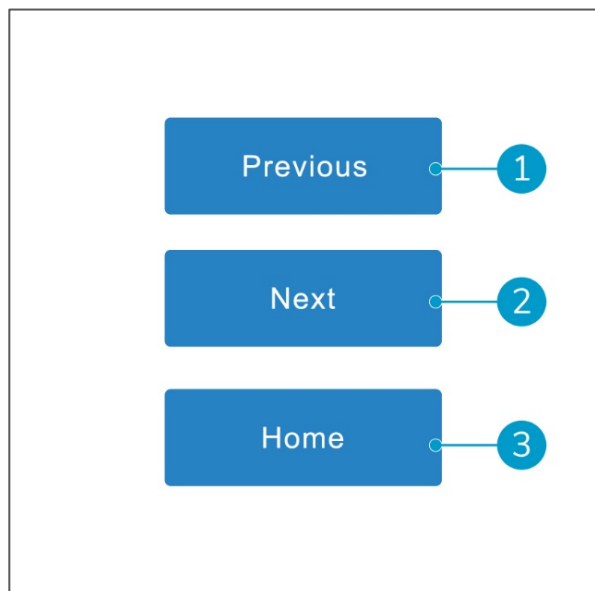

Figura 8
1. Con il pulsante precedente (Figura 8, pos 1) si passa al giorno precedente. Massimo fino a 7 giorni.
2. Con il pulsante avanti (Figura 8, pos 2) si passa al giorno successivo.
3. Con il tasto Home (Figura 8, pos 3) si può andare alla schermata principale.